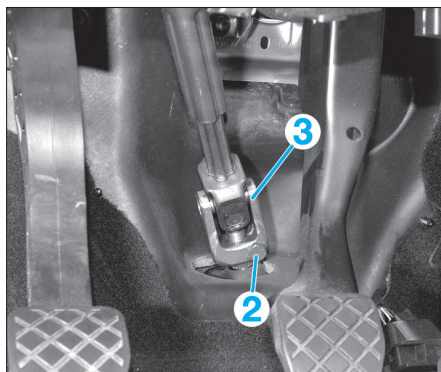

Fig. 11
- la vis (2) de joint de cardan (3) de la colonne de direction puis désaccoupler l'ensemble (Fig.11).
- le cardan de la colonne de direction puis désaccoupler l'ensemble (Fig.11).